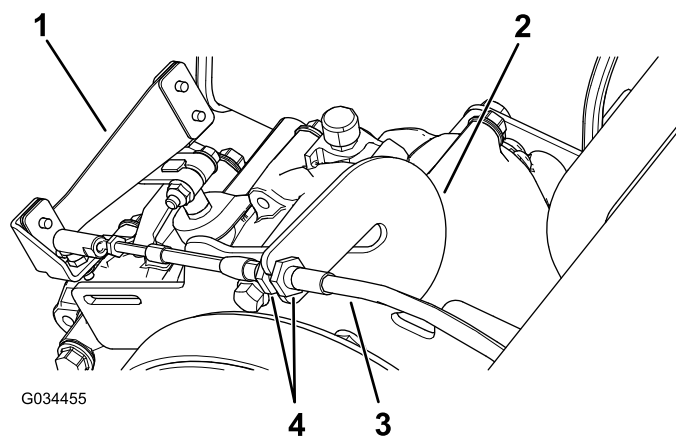

Bild 57
1. Ziehen Sie den Bowdenzug aus dem Schlitz in der Spannvorrichtungsstange (Bild 57).
2. Lösen Sie die Klemmmutter am Bowdenzug und stellen sie ggf. ein (Bild 57).
3. Testen Sie die Ganghebelstellung, indem Sie den Ganghebel auf drei unterschiedliche Stellungen drehen. Prüfen Sie, ob der Ganghebel (Bild 57) richtig beim Ändern der Gänge schaltet, siehe Ganghebel und Ganghebelanzeige \(Seite 18\).
4. Wenn Sie die gewünschte Einstellung erzielt haben, setzen Sie den Bowdenzug in den Schlitz in der Spannvorrichtungsstange ein (Bild 57).